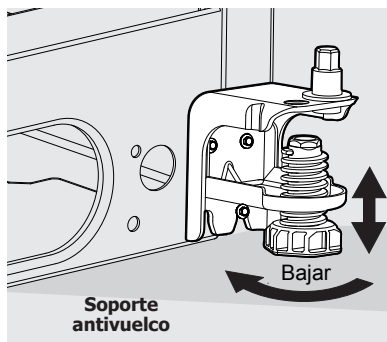

Figura 4 (algunos modelos)
- 4 Algunos modelos están equipados de soporte antivuelco (figura 4). Aflojelo en sentido de las agujas del reloj hasta que toque el suelo.